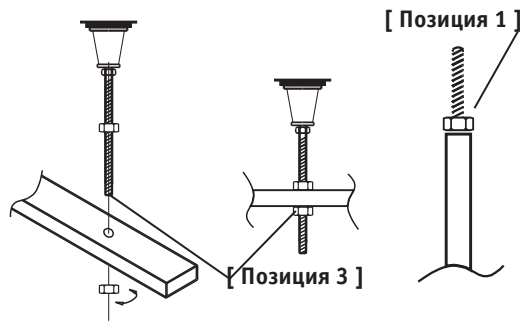

Рис. 2
4. Установить пластмассовые опоры на шпильку М12х150-200 и закрепить их на раме с помощью гаек М12 (рис.2, позиция 3).